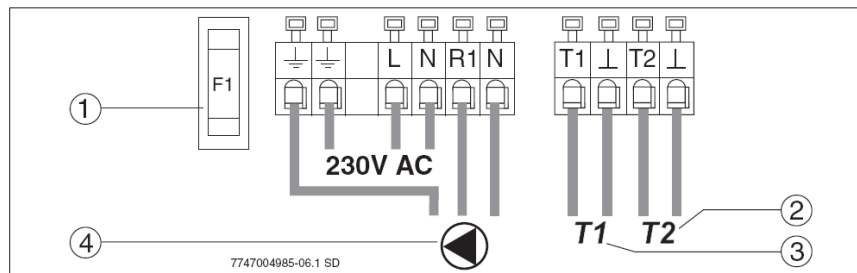

Рис. 9 Схема электрического подключения
- Провода подключать строго по схеме электрического подключения (→Рис. 9) и в соответствии с целевым назначением регулятора (→ Табл. 1, Стр. 5).